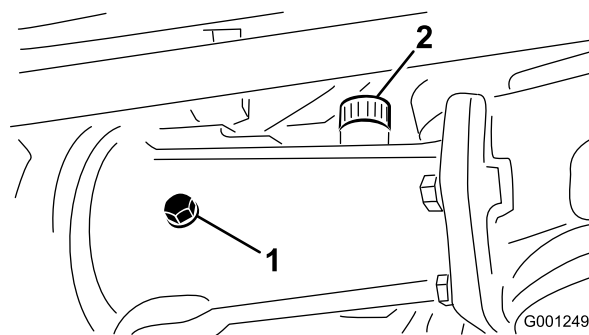
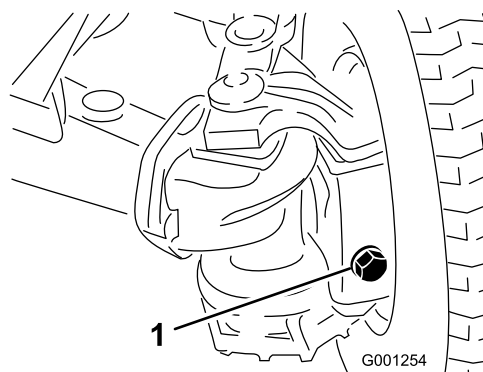

Figura 62
Figura 63
2. Retire el tapón de verificación de la carcasa del eje central y del eje, y los tapones de llenado/verificación de cada caja de eje exterior (Figura 62 y Figura 63).
3. Compruebe que el lubricante llega a las roscas de la parte inferior del orificio de cada tapón (Figura 62 y Figura 63).
- A. Para llenar la carcasa del eje central, retire el tapón de llenado (Figura 62).
- B. Añada lubricante del tipo especificado al depósito del eje trasero hasta que el lubricante llegue al borde inferior de los orificios de los tapones de verificación (Figura 62 y Figura 63).
- C. Si se retiró el tapón de llenado de la carcasa del eje central, aplique sellador de roscas PTFE a las roscas del tapón de llenado e instálelo en la carcasa (Figura 62).
5. Aplique sellador de roscas PTFE a las roscas del tapón de verificación de la carcasa del eje central y los tapones llenado/verificación de las dos cajas de eje laterales (Figura 62).
6. Instale el tapón de verificación en la carcasa del eje central y los tapones de llenado/verificación en las 2 cajas de eje exteriores (Figura 62 y Figura 63).
1. Tapón de vaciado (3)
8. Aplique sellador de roscas PTFE a las roscas del tapón de verificación de la carcasa del eje central y los tapones de llenado/verificación de las 2 cajas de eje laterales; consulte Figura 62 y Figura 63 de Comprobación del lubricante del eje trasero \(Modelo 30345 solamente\) (página 52).
9. Instale el tapón de verificación en la carcasa del eje central y los tapones de llenado/verificación en las 2 cajas de eje exteriores; consulte Figura 62 y Figura 63 en Comprobación del lubricante del eje trasero \(Modelo 30345 solamente\) (página 52).